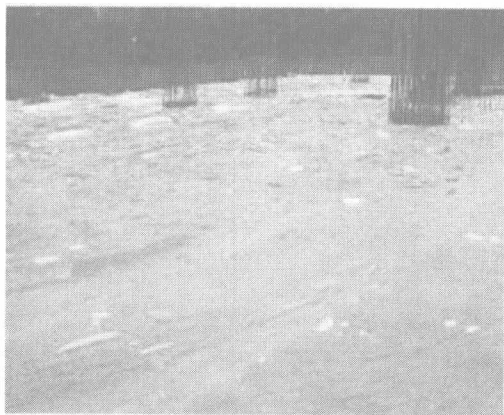

图 1-4 混凝土收面不规范
3) 雨期施工,浇筑后采用塑料薄膜或三彩布遮盖,在雨停后要及时对混凝土面进行收面。参见图 1-4。